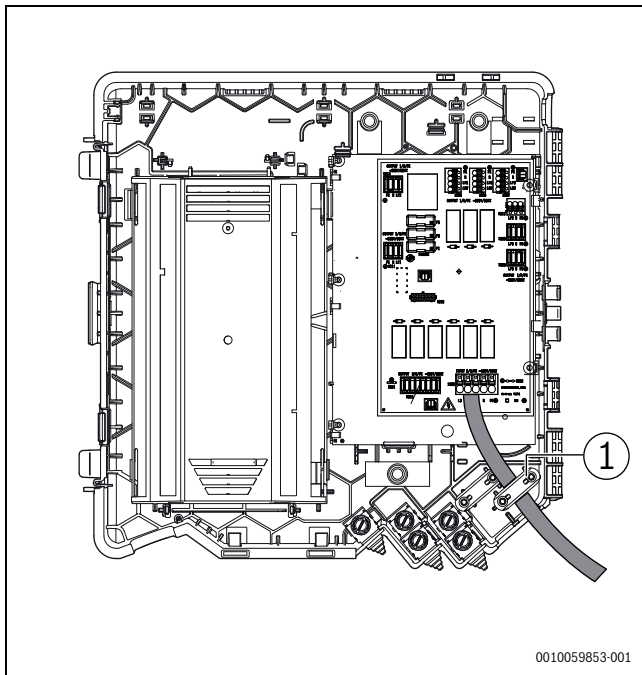

Bild 28 Netzkabel mit Zugentlastung sichern
- Netzkabel mit Zugentlastung [3] sichern (→ Abb. 28, Seite 24) und Schutzschlauch benutzen.